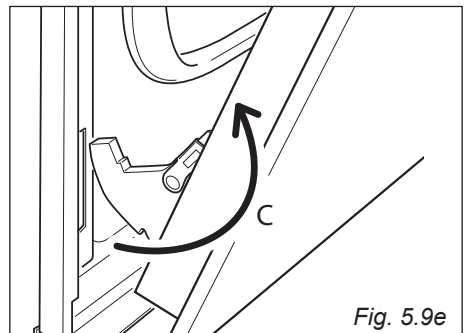

Fig. 5.9e
- Estrarre i ganci delle cerniere dalla loro posizione seguendo la freccia "C" (fig. 5.9e).